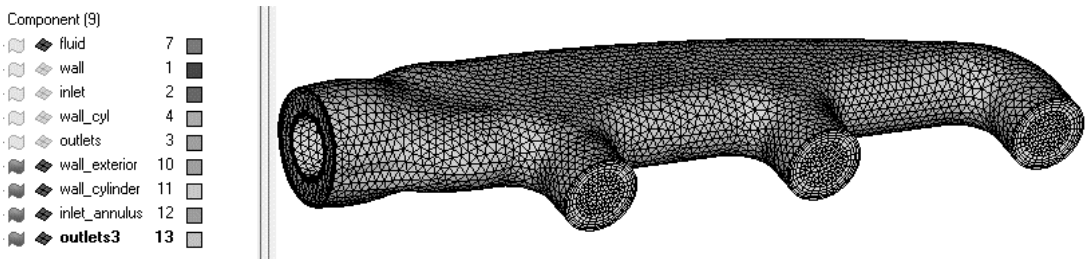

图 5-171 仅显示想导出网格的组件
(1) 确认仅显示用户想导出网格的组件。如图 5-171 所示的组件都不应被显示。